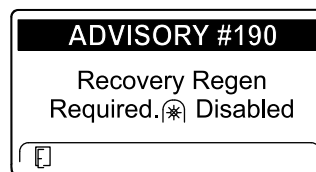

図 46
- リカバリ再生が必要ですPTO が無効化されました アドバイス番号 190 図 46